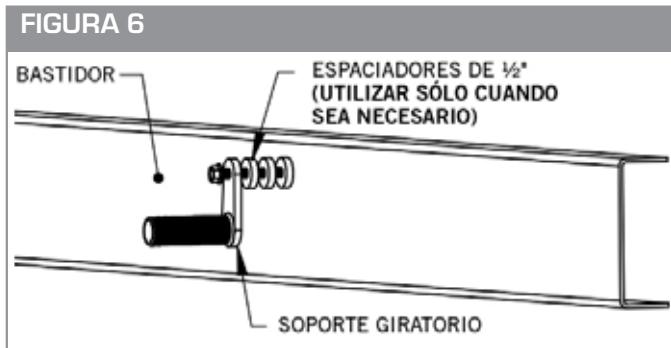

FIGURA 7
- A. Una vez que los soportes estén en posición con el guardafango, apriete el 5/8" x 4-1/2" que atraviese el soporte giratorio (10001472/10001473) para fijar el giratorio de forma segura al bastidor. (Ver la Figura 7)